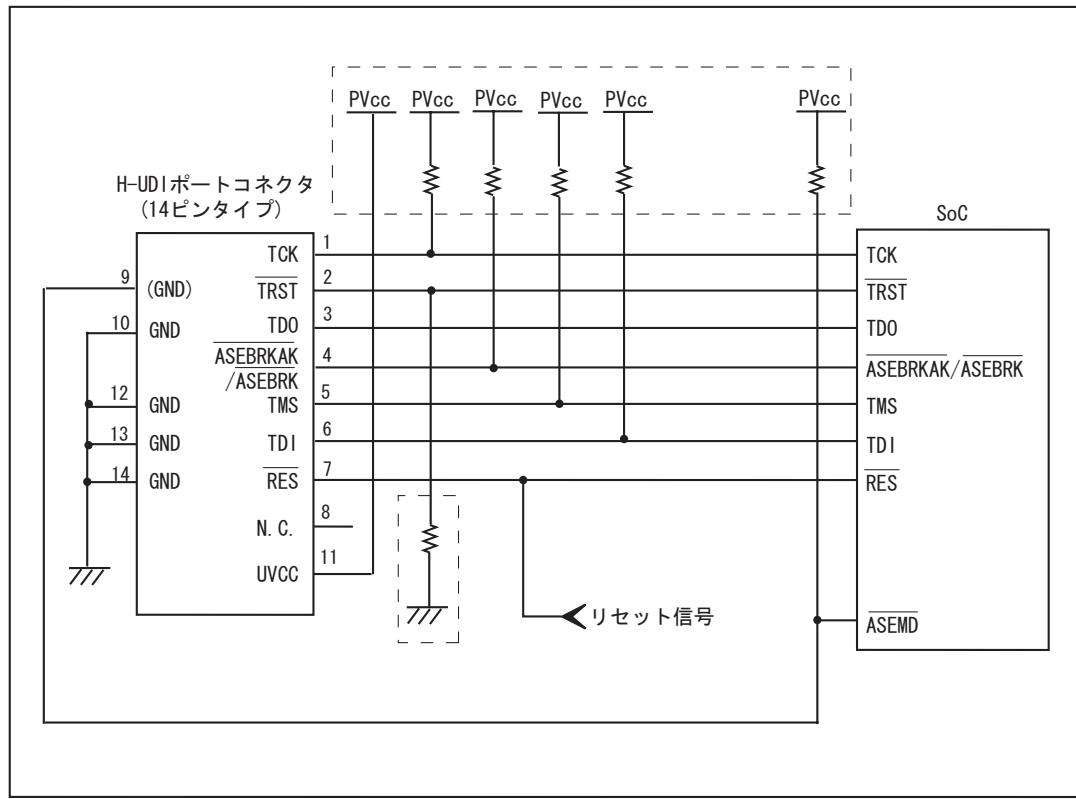

図 1.6 E10A-USB 使用時の H-UDI ポートコネクタ - チップ間の推奨接続例(14 ピンタイプ)
E10A-USB エミュレータ使用時の H-UDI ポートコネクタ(14 ピンタイプ)とチップ間の推奨接続例を図 1.6 に示します。
- 図 1.6 は、E10A-USB 接続時 "0"(GND 接続)になるように、E10A-USB のユーザインタフェースケーブルを接続した時、GND となる回路例です。
- 図 1.6 の回路を組んだ場合の E10A-USB エミュレータのスイッチ設定 : SW2=1, SW3=1